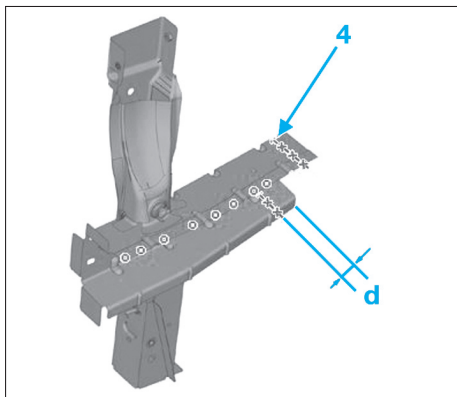

FIG. 11
- Tracer puis découper la partie avant du renfort longeron neuf selon la ligne de coupe (4) (Fig.11).